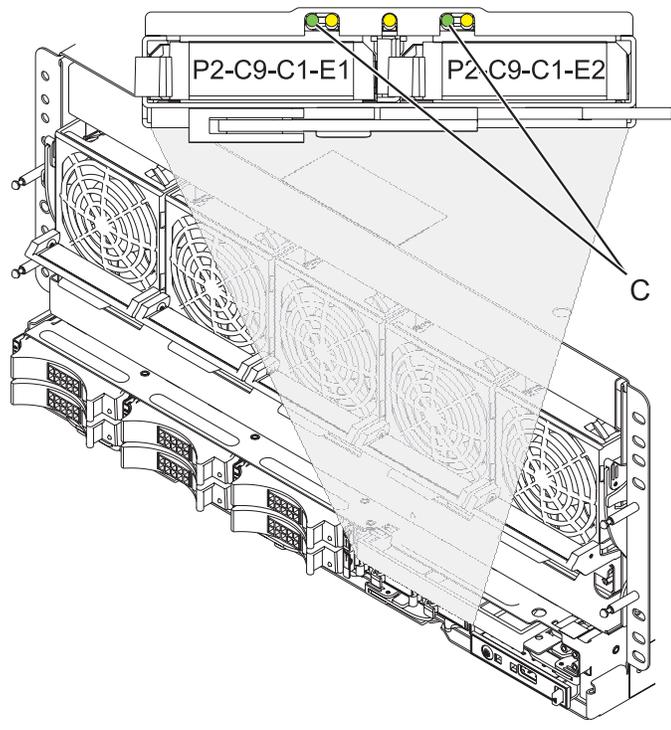

Figura 7. LED de la batería de caché
Atención: No extraiga la batería de caché si la luz LED de color verde (C) de Figura 7 en la página 13 está parpadeando, dado que ello indica que hay datos en la memoria caché.